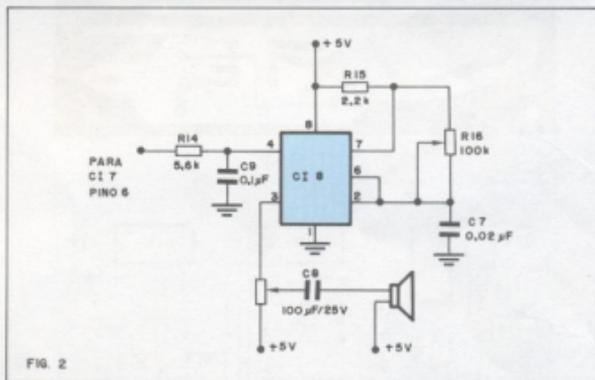

FIG. 2
**Resposta:** Abrimos exceção a esta questão, pois acreditamos que poderá ser útil àqueles que já enfrentaram o mesmo problema. O desenho deste circuito encontra-se detalhado na revista N° 70/pg. 62 (fig. 2). O capacitor C430 faz parte da sintonia do retrato horizontal e é enfatizado no texto "O circuito de saída horizontal daquela mesma revista.